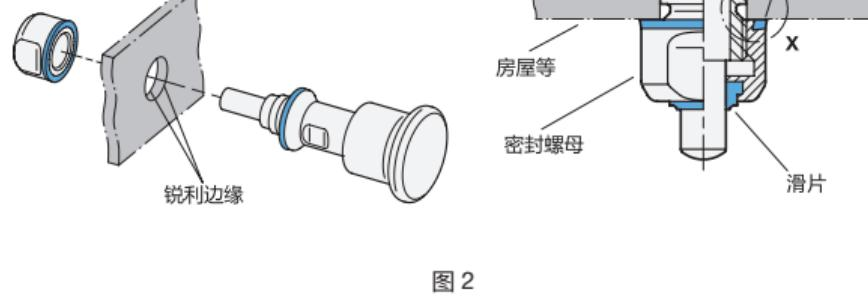

图 2
- 在制作安装孔时必须使密封圈内的金属凹槽尽可能完全靠在下面的表面上，以便能够对块（金属挡块）张紧（公差为 $+0.05/+0.2$ ）。密封圈必须完全靠在下面的表面上（图 2）。